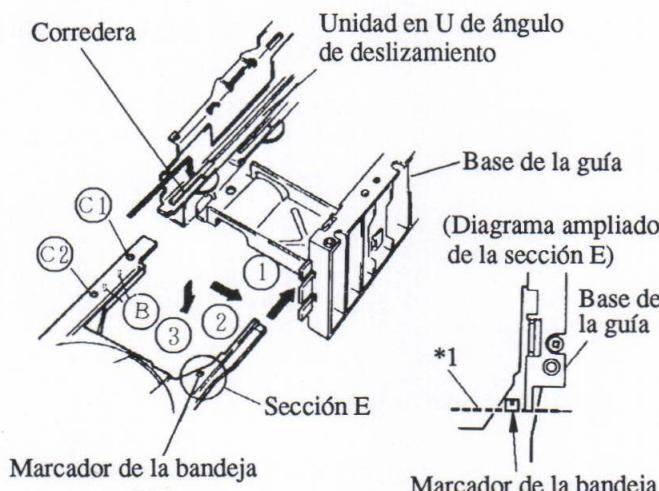

Figura 11
- Coloque la corredera al comienzo de la parte frontal como se muestra en la figura 11.